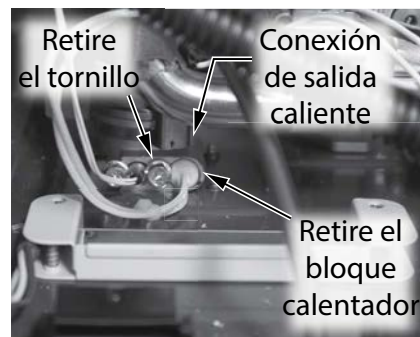

Figura 36 - Retire el bloque calentador de la conexin de salida de agua caliente.
- 14** Ubique el tornillo que fija el bloque calentador en el interior de la conexin de salida de agua caliente, como se muestra en la Figura 36. Use un destornillador Phillips de 12" (imantado) para retirar el tornillo. Deje el tornillo a un lado en un lugar seguro para volver a instalarlo. Retire el bloque calentador de la conexin de salida de agua caliente.